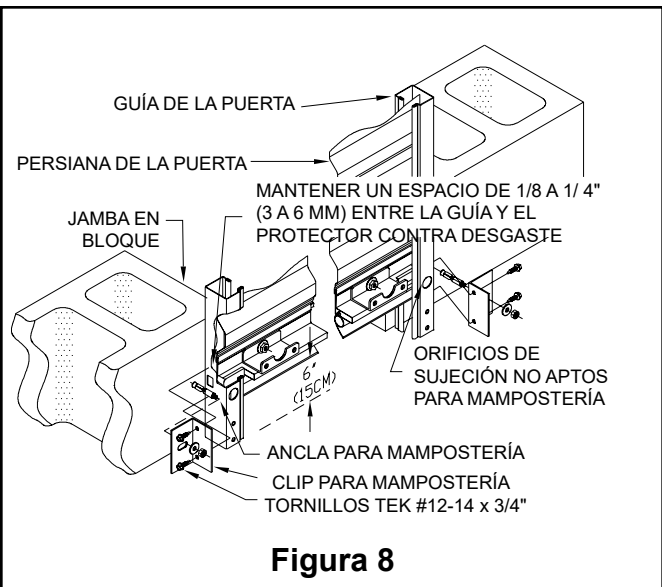

Figura 8
7.1 Jale la puerta hacia abajo hasta que quede a 6" del piso (véase la Figura 8). Ajuste las guías de la puerta para que haya un espacio libre de 1/8" a 1/4" de lado a lado. Si el espacio libre es demasiado pequeño, será difícil operar la puerta. Si el espacio libre es demasiado grande, la puerta se moverá excesivamente de lado a lado y puede causar que quede atascada.
7.2c Asegure las jambas de mampostería instalando clips para mampostería a lo largo de la altura de la guía, usando un clip puesto al lado de cada orificio de montaje en la guía. Asegúrese de que los clips estén alineados con la parte posterior de la guía. Fije cada clip a la guía con dos (2) tornillos Tek pequeños (#12-14 x 3/4") provistos (véase la Figura 8). Perfore un orificio en la mampostería y fije el clip donde corresponde con los anclajes provistos.